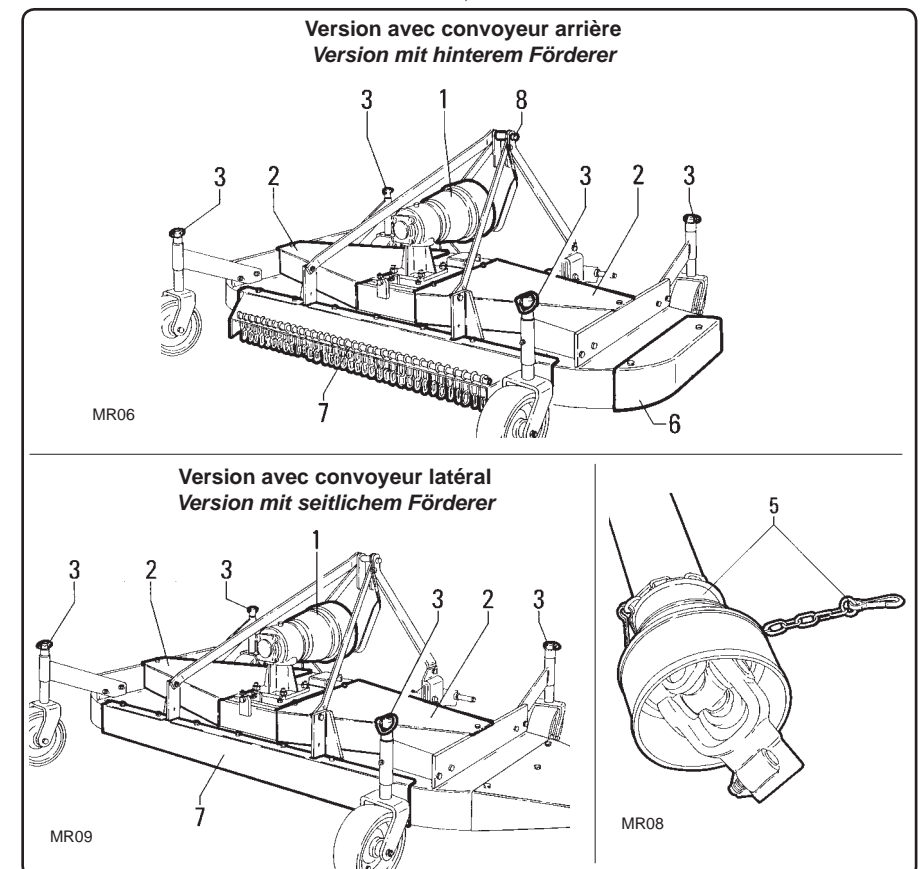

fig. 1.4.1
**- Legenda dispositivi di sicurezza (fig. 1.4.1)**